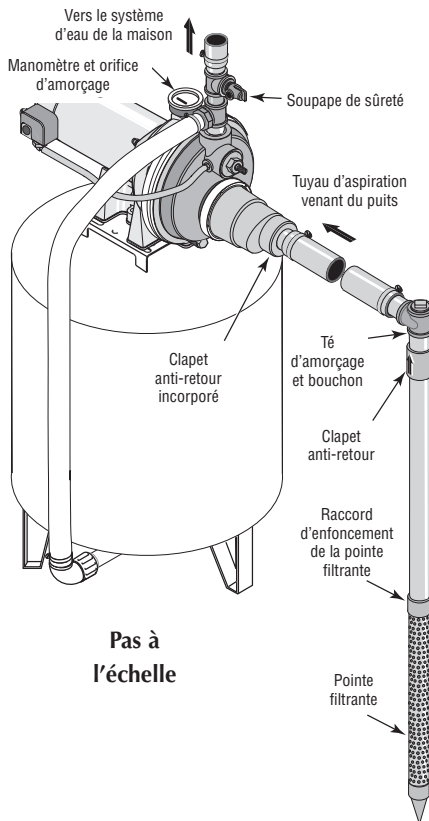

Figure 5 - Installation avec une pointe filtrante
5. Utiliser le moins possible de raccords (en particulier des coudes) lorsque l'on branche la tuyauterie de la pointe filtrante sur l'orifice d'aspiration de la pompe. Le diamètre du tuyau d'aspiration doit être au moins aussi grand que le diamètre de l'orifice d'aspiration de la pompe (y compris le clapet anti-retour - voir la Figure 5). Supporter le tuyau de façon qu'il ne soit pas cintré afin qu'il n'exerce pas de contraintes sur le corps de la pompe; de plus, il doit être légèrement incliné vers le haut, du puits jusqu'à la pompe (les points hauts risquent de causer des poches et des bouchons d'air dans la pompe). N'utiliser du ruban d'étanchéité en PTFE pour filetage ou de la pâte pour raccords filetés à base de PTFE sur les raccords filetés approuvée sur les tuyaux en PVC. Les raccords doivent être étanches à l'air et à l'eau. Si le tuyau d'aspiration aspire de l'air, la pompe ne pompera pas l'eau du puits. Si une pointe filtrante ne fournit pas suffisamment d'eau, considérer brancher deux ou trois pointes filtrantes sur un même tuyau d'aspiration.